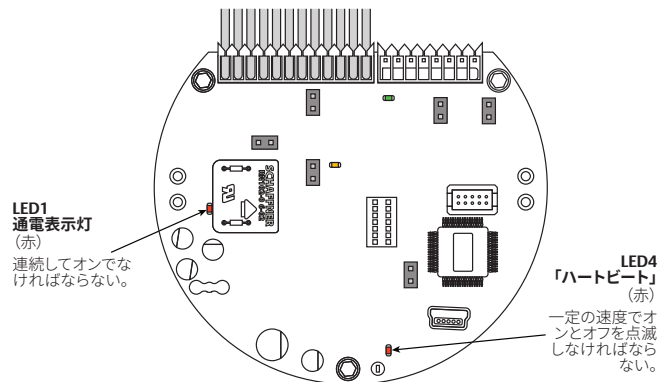

Figure 10: これらのLEDは、ER5000 が電源装置に接続されていることを示します。
- ER5000のカバーのネジを緩めて取り外し、制御盤を見てください。Figure 10 を参照してください。